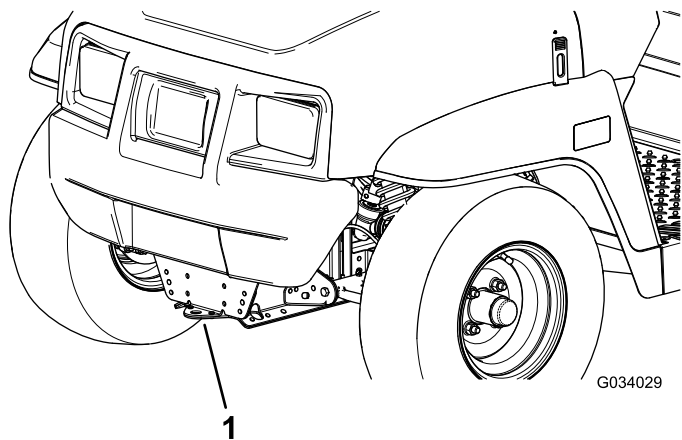
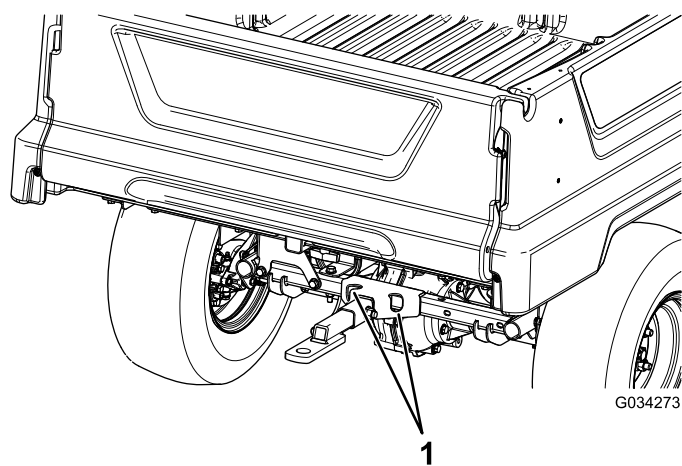

Figure 21
Figure 22
Utilisez des rampes d'une seule pièce pour charger la machine sur une remorque afin de la déplacer sur une longue distance. Veillez à bien arrimer la machine sur la remorque. L'emplacement des points d'arrimage sur la machine est indiqué à la Figure 21 et la Figure 22.
2. Accrochez un câble de remorquage à la flèche d'attelage à l'avant du cadre de la machine (Figure 21).